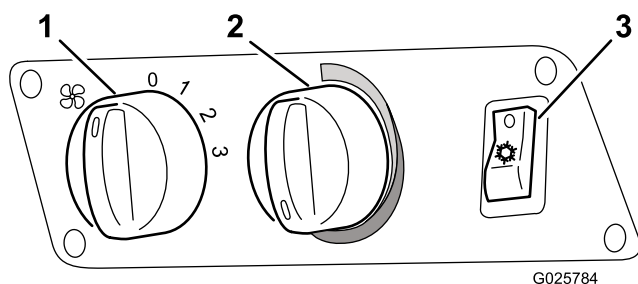

Figura 5
2. Encienda el interruptor del soplador (Figura 5).
3. Encienda el interruptor del aire acondicionado (Figura 5).
4. Ponga el controlador de temperatura (Figura 5) en frío máximo (sentido antihorario hasta el tope).